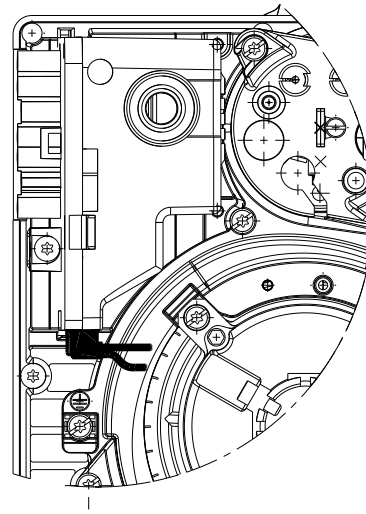

Fig. 21
- Verificare il corretto inserimento dei connettori dei collegamenti seguendo la simbologia riportata sul fondo del controllo fiamma: assicurarsi che i connettori siano completamente inseriti spingendoli fino in fondo, ognuno nella propria posizione di appartenenza. Tutti i connettori devono risultare con i cavi di collegamento rivolti verso l'interno del bruciatore (Vedi Fig. 21).